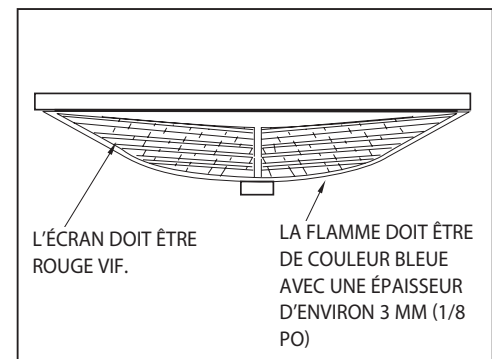

Fig. 07
- Gril : La flamme du gril doit être de couleur bleue avec une épaisseur d'environ 3 mm (1/8 po) (Fig. 07). Ceci est réglé en usine afin d'assurer un bon rendement.